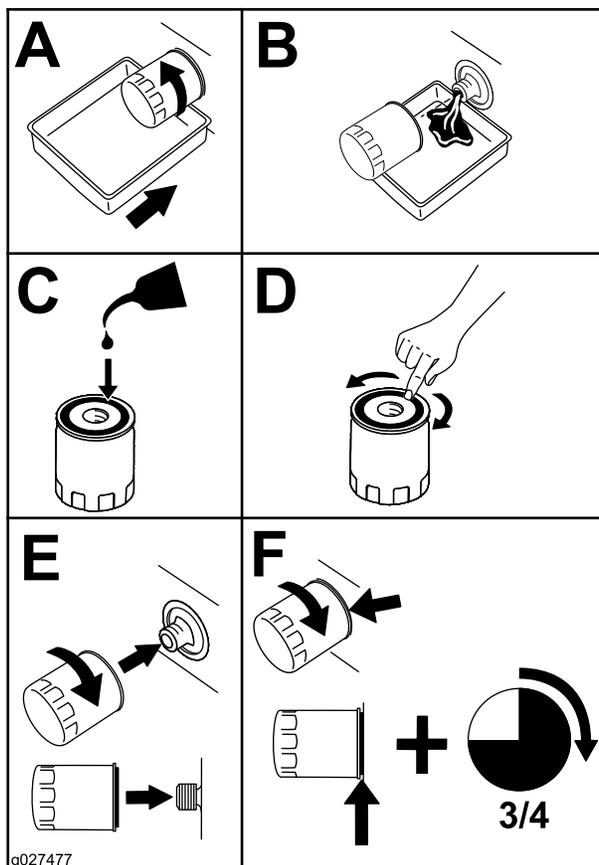

Figura 46
- Înlocuiești filtrul de ulei de motor (**Figura 46**).